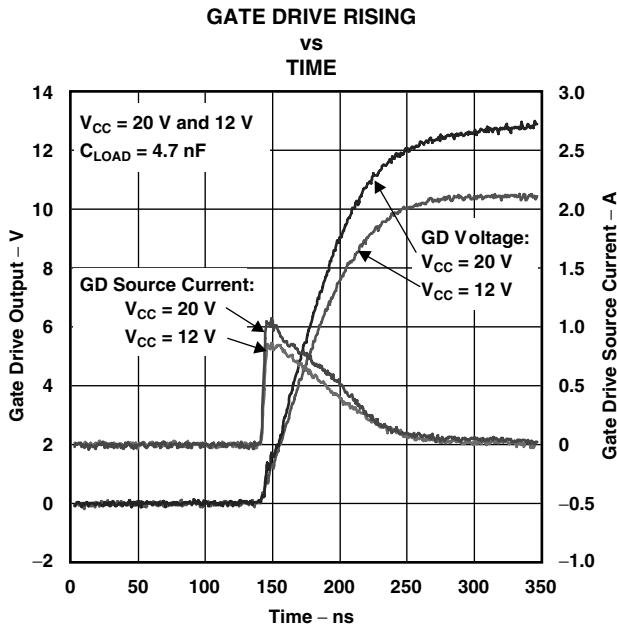
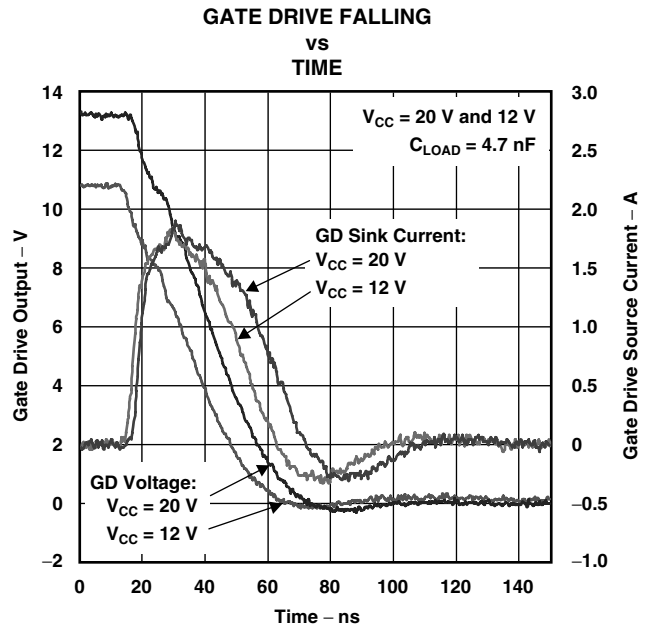
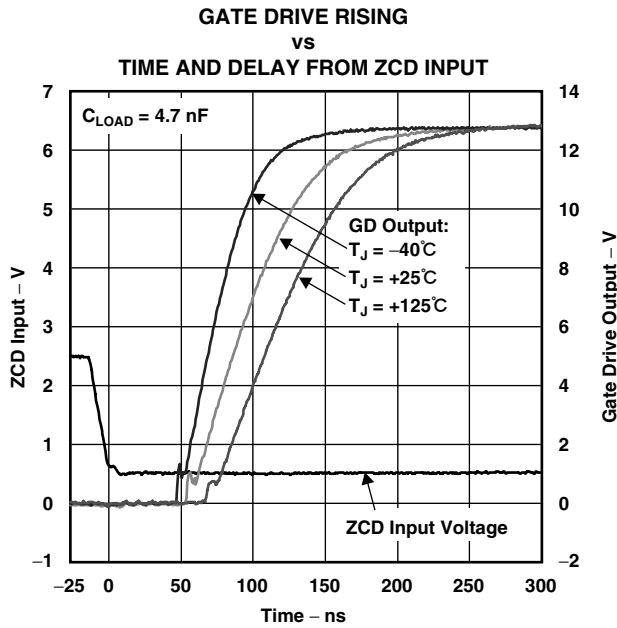
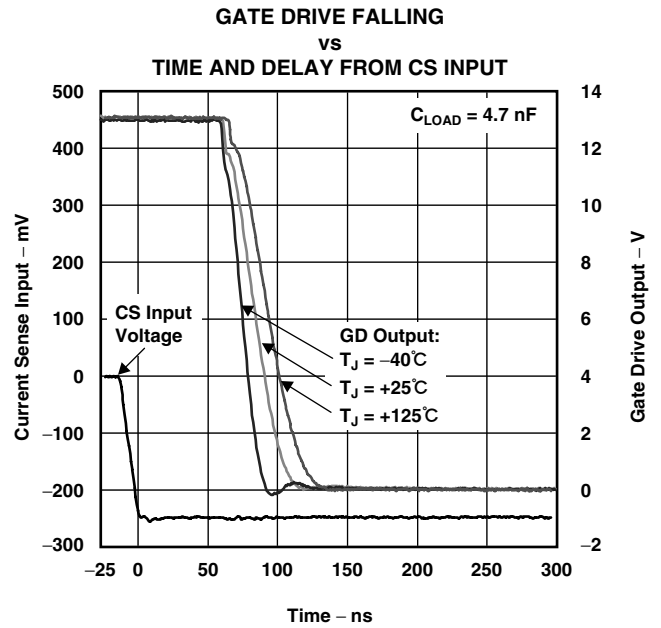

図13
図14
図15
図16
(2) 代表的なゲート波形については代表的特性の図13、図14、図15、図16を参照してください。